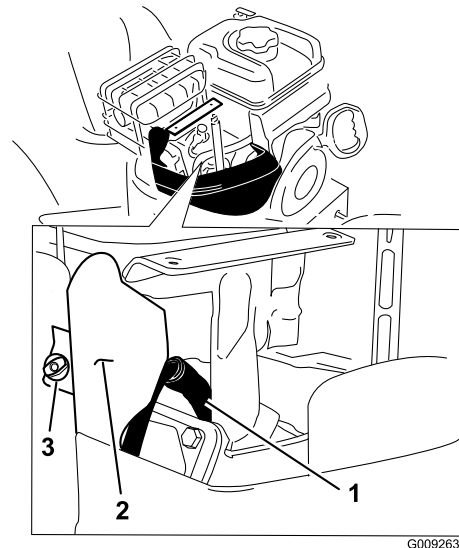

Bild 52
4. Nehmen Sie die Daumenschraube der Halterung von der Halterung ab (Bild 52).
5. Reinigen Sie den Bereich um den Anschluss der Zündkerze (Bild 52).